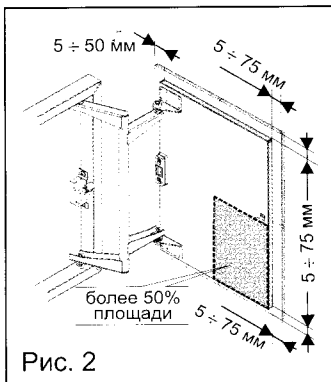

Рис. 2
**Не менее 50 % поверхности крайних плиток должно быть наклеено на дверцу (Рис. 2).**